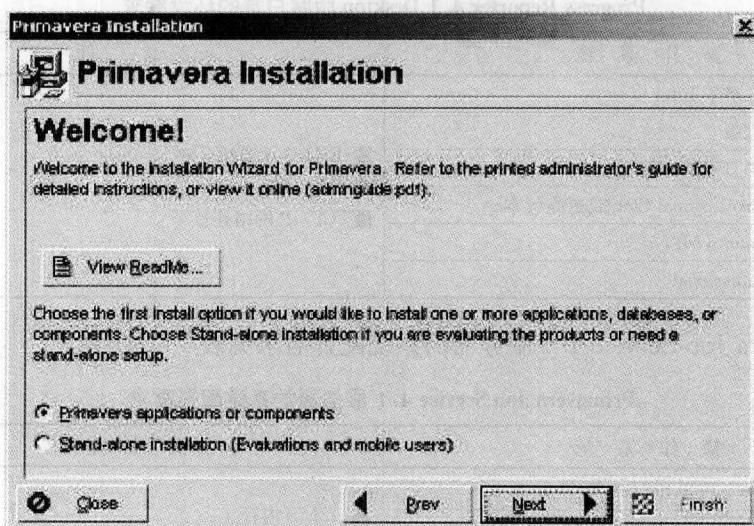

图 1-4 选择“Primavera application or components”
- 3) 请选择“Primavera application or components”，如图 1-4 所示。